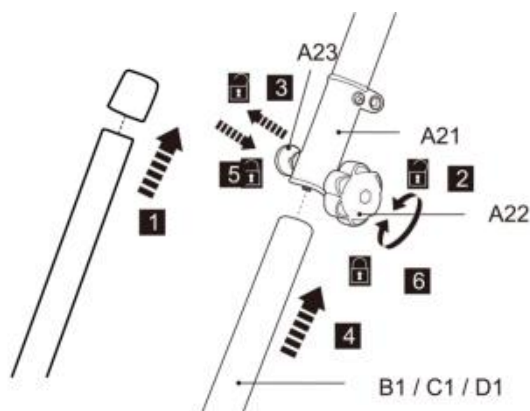

Fig. 3
22. Retire la tapa de protección preinstalada del poste inferior (B1/C1/D1) (Fig.3 , paso 1).
23. Afloje la perilla de bloqueo (A 22) , pero no la retire por completo (Fig.3 , paso 2).
24. Alinee e inserte el poste inferior (B 1/C 1/D 1) en el manguito de bloqueo (A 21), mientras tira del resorte. perno (A 23) (Fig.3 , paso 3 y 4).
25. Gire ligeramente el poste inferior para alinear el orificio con el resorte. perno (A23) . soltar el resorte perno después para asegurar el poste inferior en su posición. Asegúrese de que el resorte El perno encaja en el orificio (Fig.3 , paso 5).
6. Apriete la perilla de bloqueo (A 22) para asegurar la conexión (Fig.3 , paso 6).